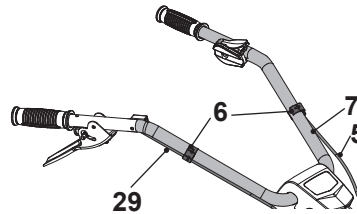

Fig. 6
1. Anexe o cabo de velocidade (5) e o cabo de embraiagem (29) com os cliques de cabo (6) na barra do manípulo superior (7) (fig. 6).